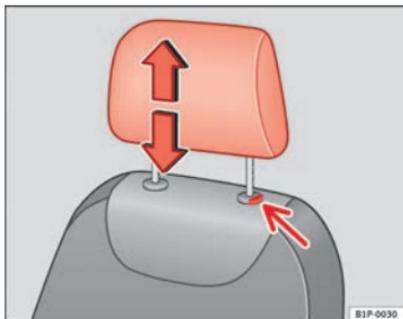

Fig. 89 Poggiatesta: regolazione dell'altezza oppure smontaggio
- Premere il tasto ⇒ fig. 89 (freccia).